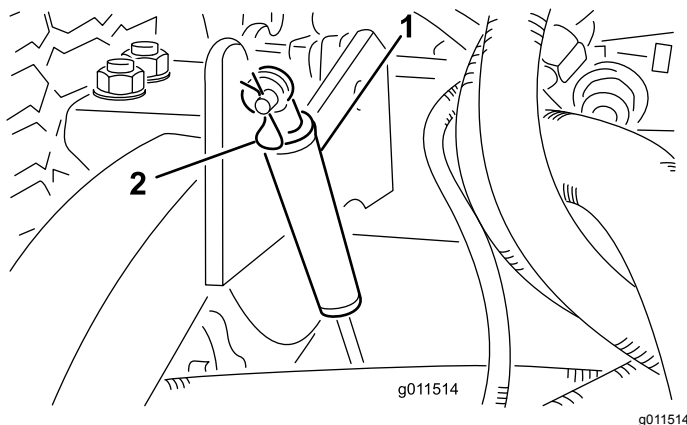

Figura 107
2. Togliete la coppia che fissa gli ammortizzatori ai bracci di sollevamento (Figura 107).